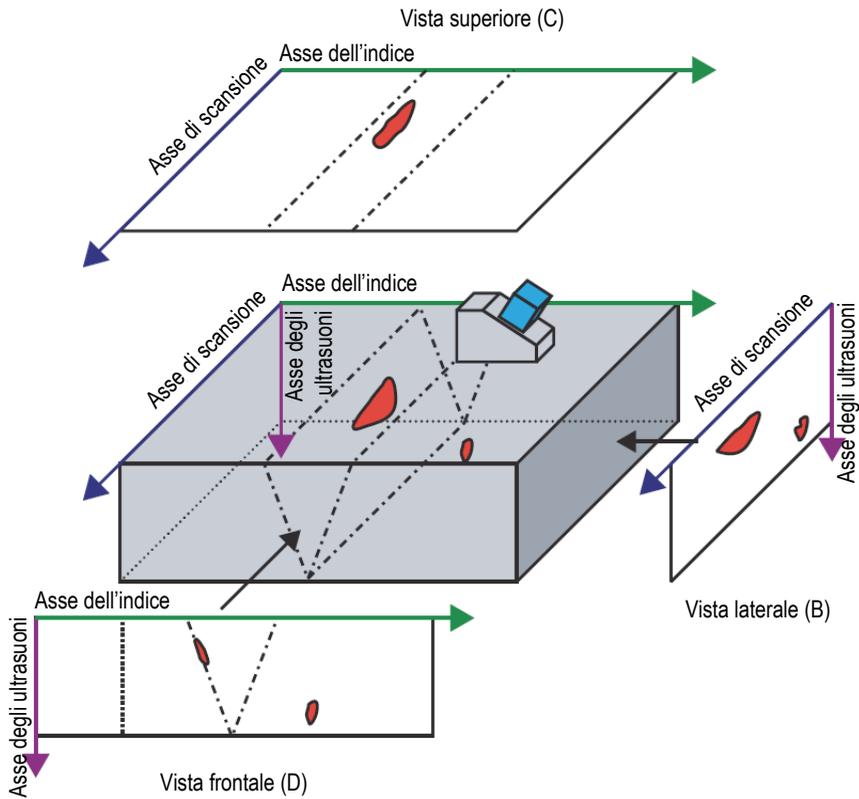

Figura 3-21 Esempio delle viste degli ultrasuoni [superiore (C), laterale (B) e frontale (D)] con un angolo di orientazione della sonda di 90°
Le viste volumetriche sono delle immagini codificate cromaticamente e create da A-scan successivi proiettati su differenti piani definiti dagli assi degli ultrasuoni, di scansione e dell'indice. Le viste più importanti simili alle proiezioni 2D dei disegni tecnici sono illustrate nella Figura 3-21 a pagina 84.
Nella Figura 3-21 a pagina 84, se l'angolo di orientazione della sonda è 0° (o 180°), la vista laterale (B) diventa la vista frontale (D) e viceversa. La vista laterale (B) è definita dagli assi della profondità e di spostamento della sonda. La vista frontale (D) è definita dagli assi di profondità e di scansione elettronica.